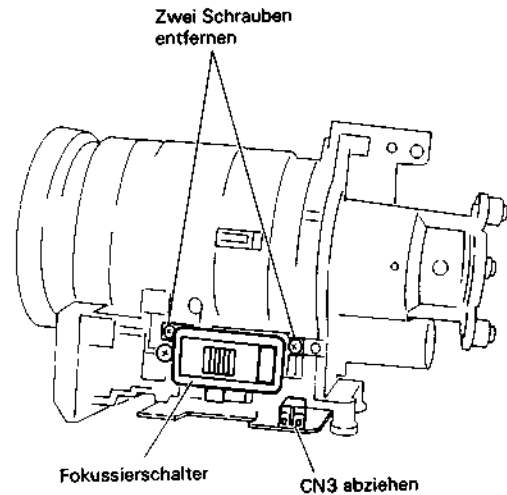

Abb. 2.118 Ausbau des Fokussierschalters
Ausbau des Fokussierschalters (Abb. 2.118)
3. Den Stecker CN3 abziehen (siehe Abb. 2.118).
4. Die zwei (2) Befestigungsschrauben des Scharfeinstellchalters lösen.